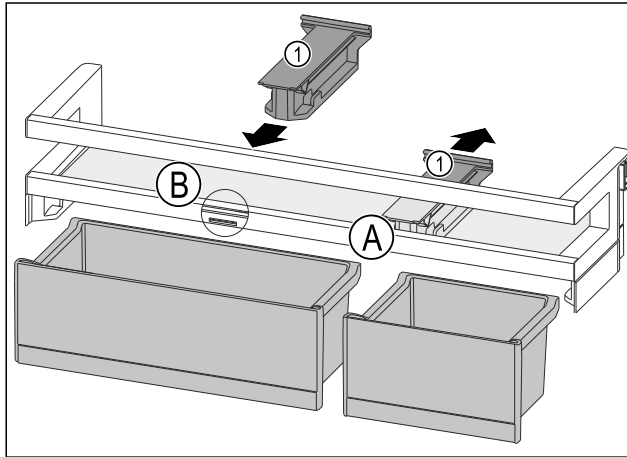

Fig. 89
- ▶ Haltearm Fig. 89 (1) in Position Fig. 89 (A) nach hinten abziehen.
- ▶ Haltearm Fig. 89 (1) in Position Fig. 89 (B) einsetzen.